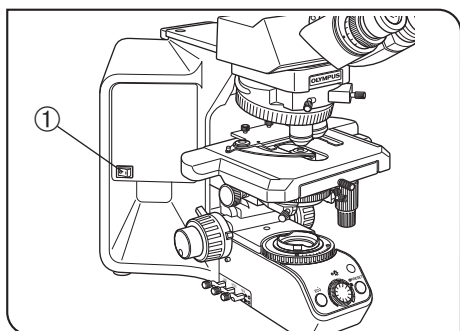

图 1
(图1)
6. 需要更换灯泡时，为了避免触电或燃烧危险，一定要关闭主开关①，然后再把电源线从墙上插座中拔出。如果在使用中或者刚刚使用过后需要更换灯泡，接触前，请等待灯室和灯泡完全冷却。（图1）